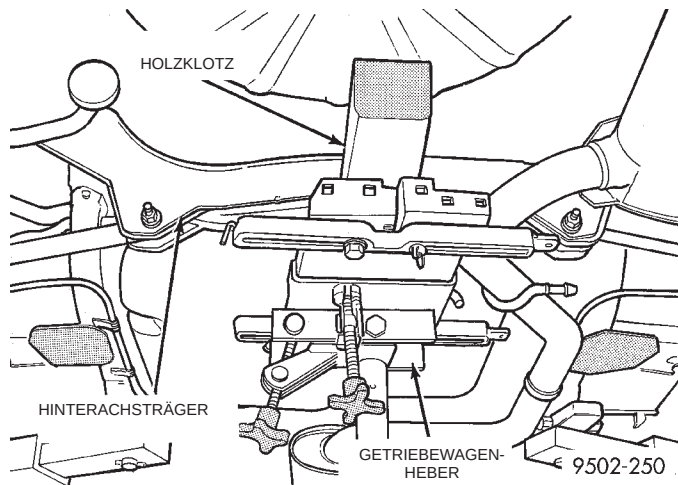

Abb. 37 Hinterachsträger stützen und absenken
(6) Einen Getriebewagenheber mit Holzklötzchen in der Mitte unter den Hinterachsträger stellen, um den Achsträger beim Ausbau absenken zu können (Abb. 37).